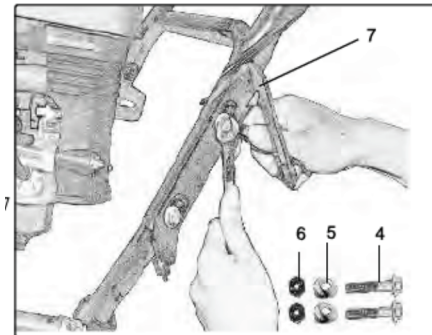

Рис. 3
- Закрепите два винта М8х40 (4), две шайбы (5) и две гайки (6) вместе с кронштейном вала рукоятки вращения желоба (7) с левой стороны. (Рис. 3).